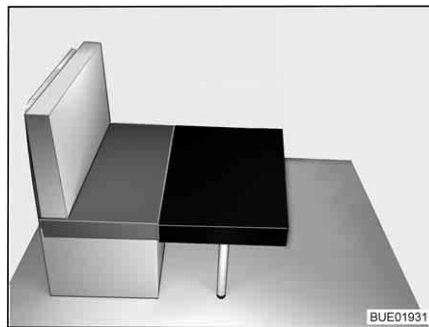

Fig. 55 Trasformazione (1)
- Posizionare il cuscino aggiuntivo piccolo davanti al cuscino del divano dei sedili sul tavolo (vedere Fig. 55).